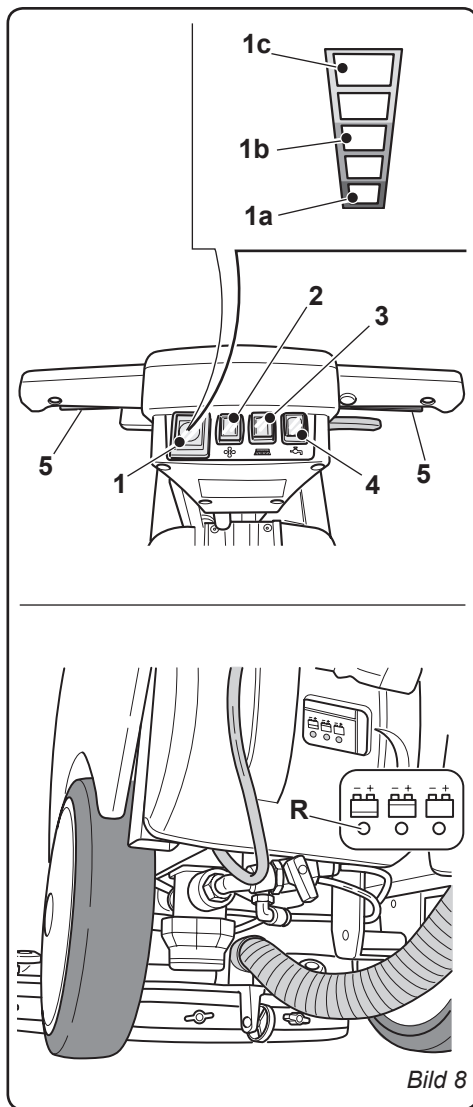

Bild 8
6.1 KONTROLL- OCH STYRPANEL (Bild 8)